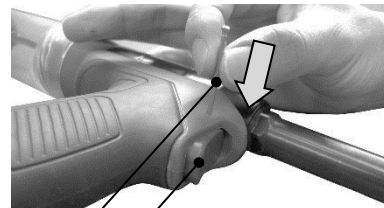

図 7-9
- 1)  $\phi 2.0$  以下のピン或いはピンパンチとハンマーを使い、トリガーピンをツール右方向より 叩き出してください。(図 7-9)